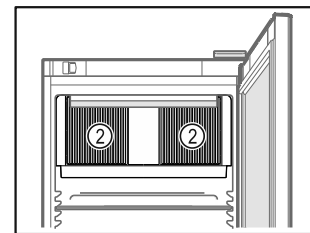

Fig. 64
- Sørg for at cirkulationsblæserens ventilationsåbninger Fig. 64 (2) i det indvendige rum altid er frie.